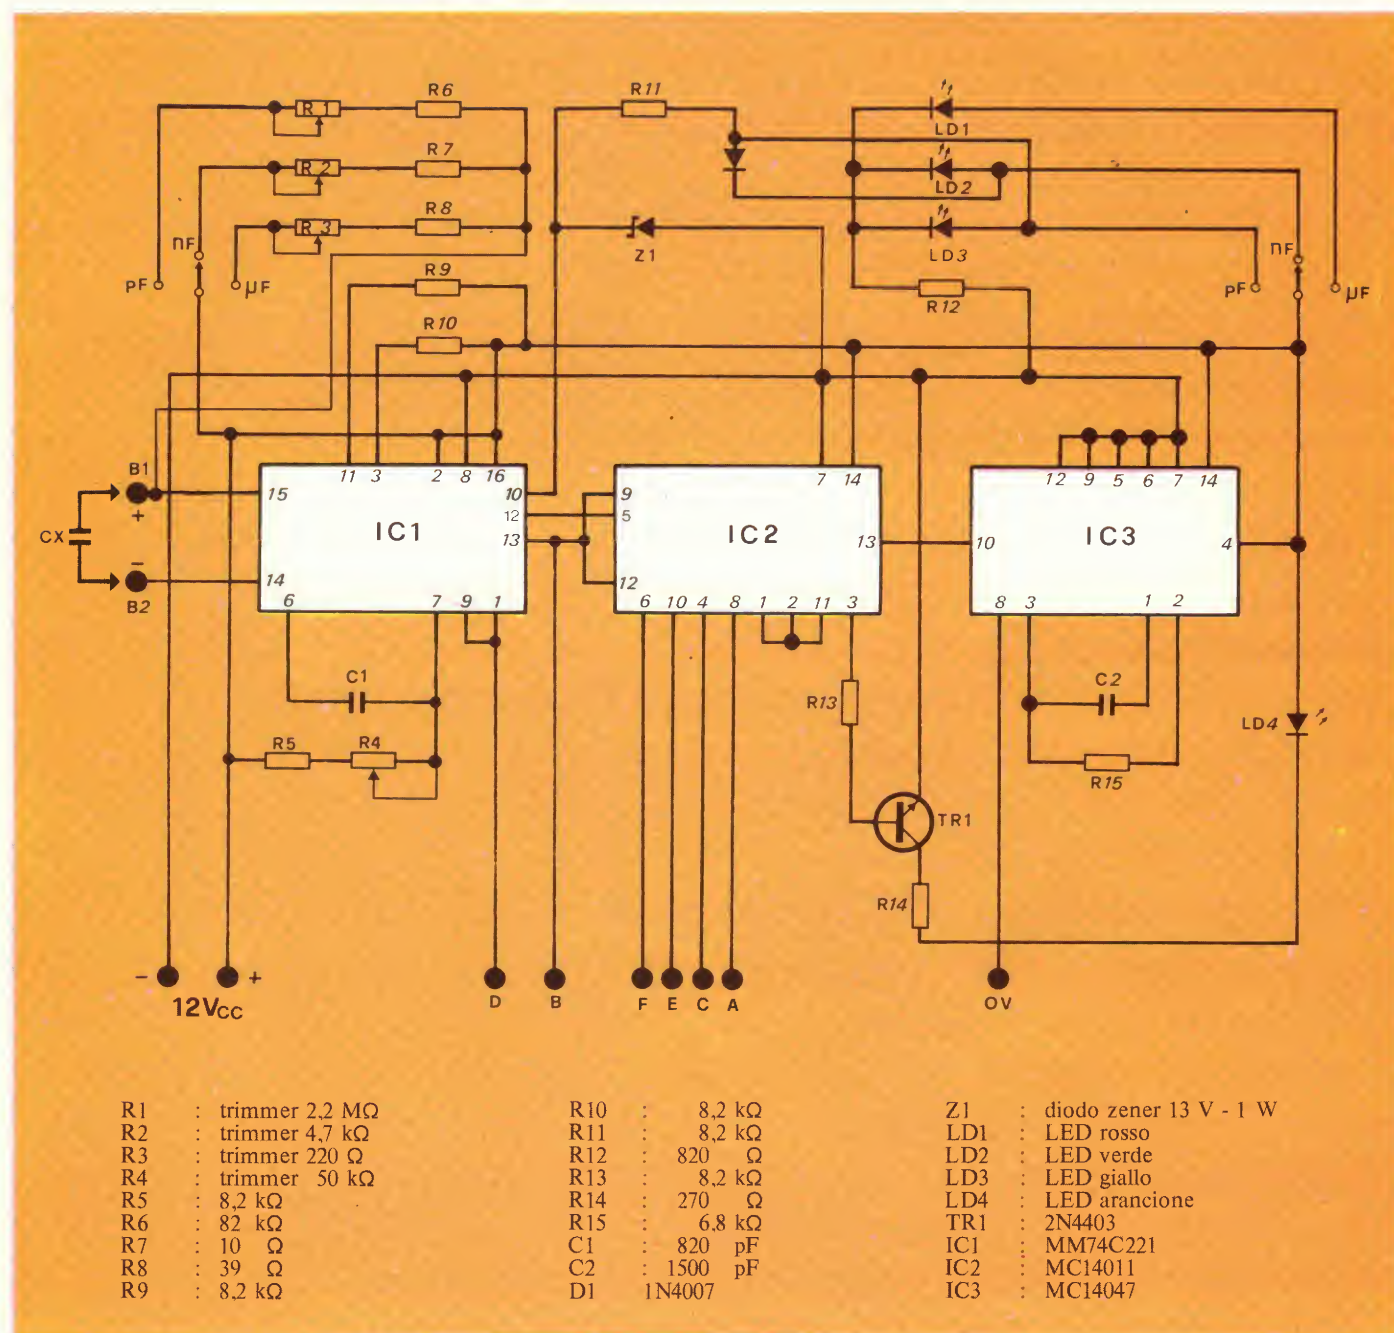

Fig. 2 - Schema elettrico della sezione circuito d'ingresso, alle cui boccole B1-B2 viene inserito il condensatore da misurare.
In Fig. 2 viene dato lo schema elettrico relativo al circuito d'ingresso. Come si vede in Fig. 2, il condensatore da misurare (CX) viene inserito sulle B1+ e B2- che sono collegate.